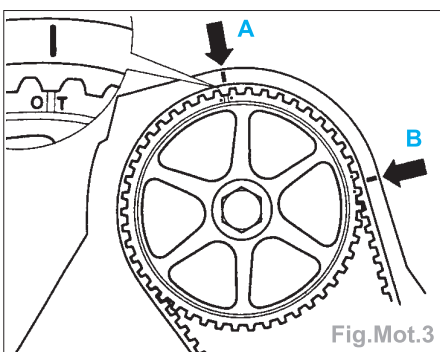

Fig.Mot.3
- Faire coïncider le repère sur le pignon d'arbre à cames avec le repère sur la protection de courroie de distribution (Fig.Mot.3).